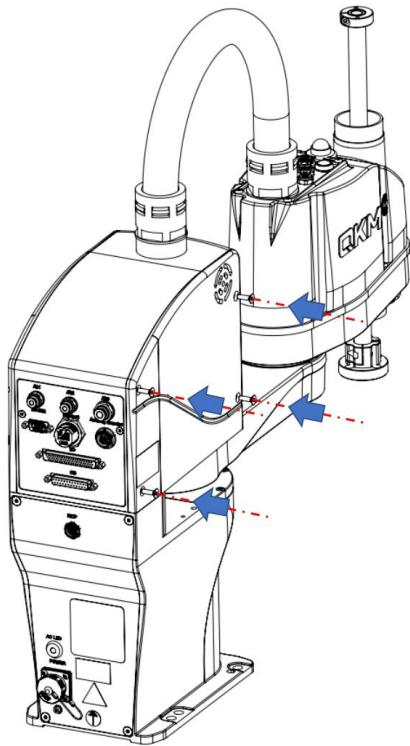

图 4-7 上控制柜侧门板安装示意图
**步骤2** 使用3号内六角扳手将机器人侧门板上的螺钉进行锁紧（锁紧扭矩为1N·m），如图 4-7 所示。